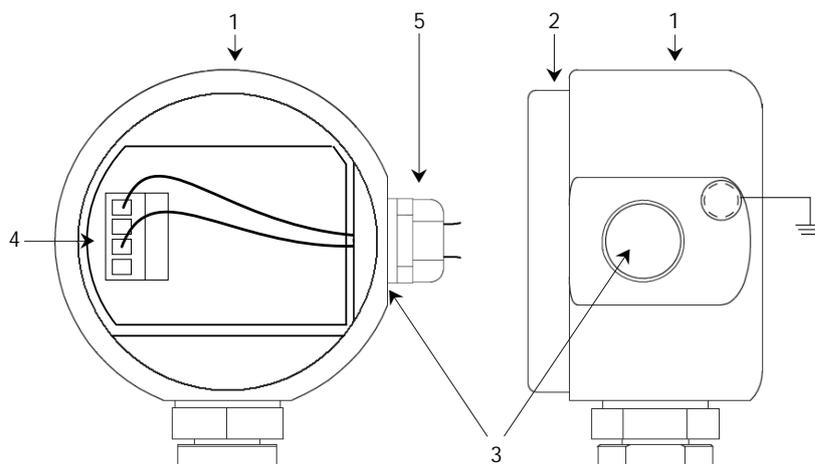

Рис. 17 Корпус датчика точки росы
- б. Кабель датчика точки росы подключается через клеммный блок (4) (см. Рис. 17). Для доступа снимите крышку корпуса контактов (2).